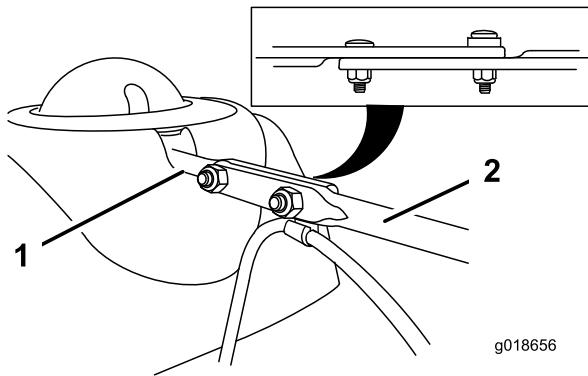

Figure 15
- Alignez l'extrémité plate arrière de la longue tige d'orientation de la goulotte sur l'extrémité plate avant de la tige courte qui part du panneau de commande de façon à les engager l'une dans l'autre (Figure 15).